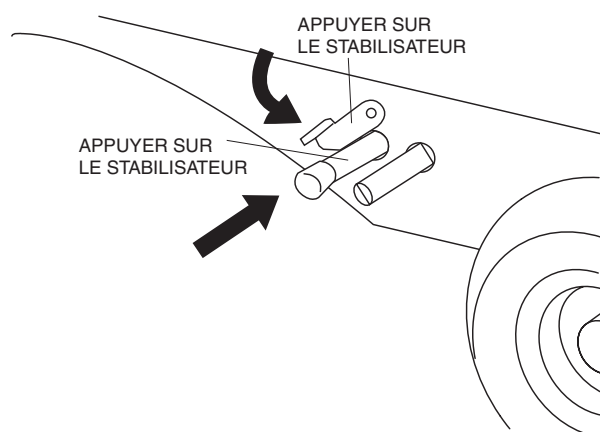

Figure 17. Verrouiller le stabilisateur rangé
2. Pousser le stabilisateur jusqu'à ce qu'il soit tout à fait inséré et tirer le contrepoids vers le bas afin de le verrouiller en place. Voir Figure 17.